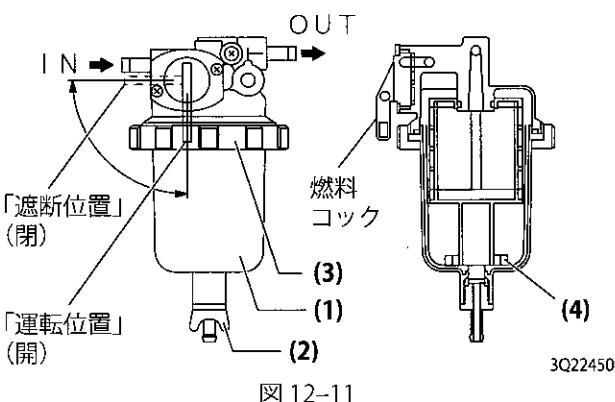

図 12-11
ドレンコック(図 12-11 (2))を開け、燃料を抜き出します。
カップ(図 12-11 (1))を左に回してはずしてください。このとき、カップ内の燃料が下にこぼれないよう注意してください。こぼした燃料は、きれいに拭き取ってください。
カップ内のフロートリング(図 12-11 (4))を取り出します。カップ内の燃料等を専用容器に移し、定められた方法で廃棄します。
リングナットを右に締めつけて(図 12-11 (3))、カップをブラケットに取り付けます。締めつけは、必ず手で行います。